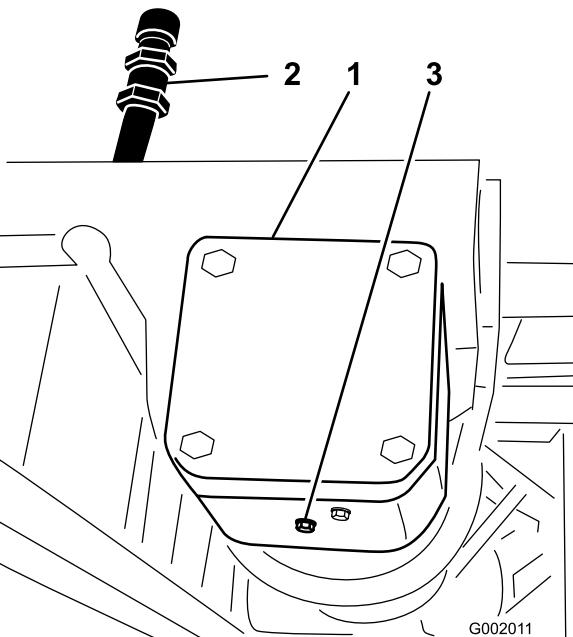

Figure 69
2. Placez un bac de vidange sous le bouchon de vidange du boîtier d'engrenages (Figure 69).
3. Retirez les bouchons de remplissage et de vidange (Figure 69) pour permettre à l'huile de s'écouler dans le bac.